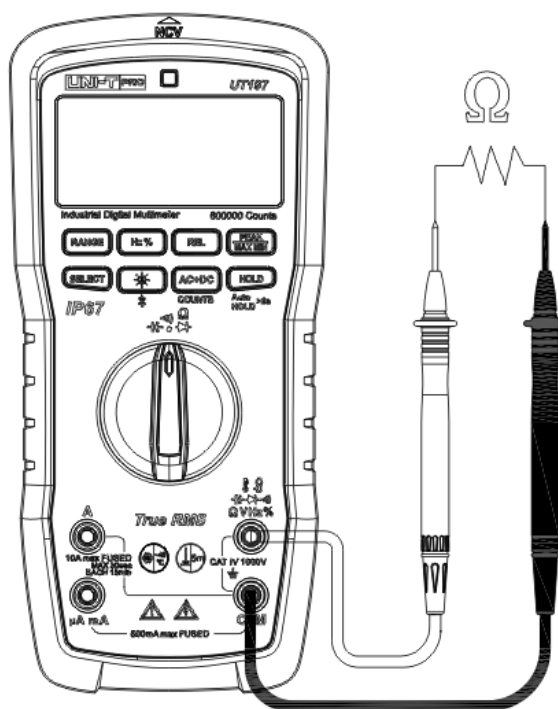

Figure 10
7. Mesure de la résistance (Figure 10)